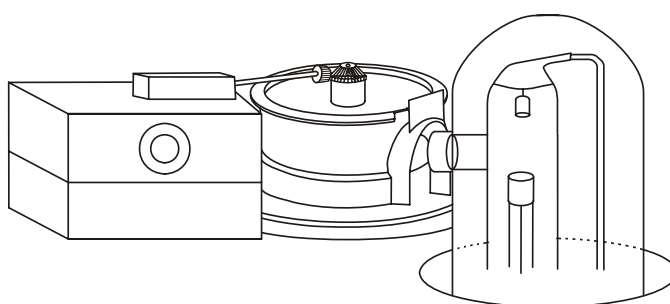

Fig. 8 Caméra Debye-Scherrer avec entraînement moteur
- Si nécessaire, positionner également l'entraînement moteur (U19202) conformément à la Fig. 8. Enficher à cet effet le connecteur du moteur dans la douille 4-mm. Veiller à ce que les engrenages coniques fonctionnent parfaitement. La position de la roue conique du moteur peut être modifiée sur l'axe à l'aide de la clé six pans (BTR) livrée.